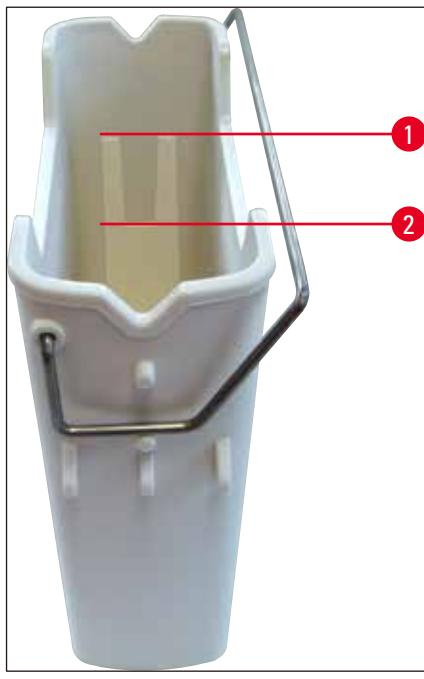

図 67
4. 充填レベルが十分なこと (→ 図 67)、そして試薬にコンタミがないことを確認します。コンタミが見られる場合は、溶剤を交換する必要があります (→ P. 37 – 4.6.3 試薬容器の用意、充填、挿入用待機槽への挿入)。試薬容器をクリーニングした後に再充填します。